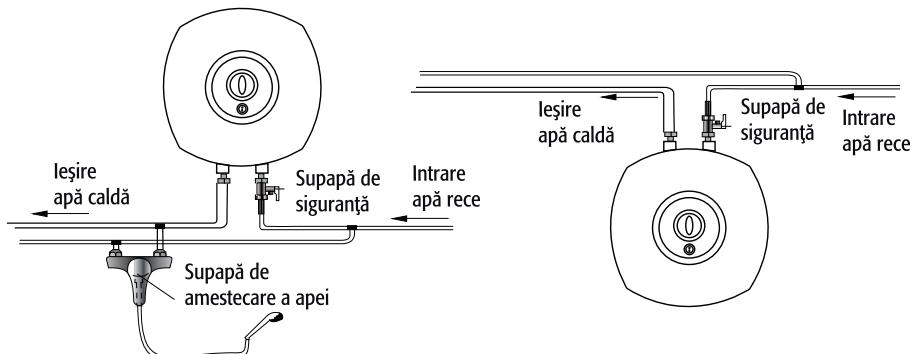

Figura 3
- ① Înșurubați supapa de siguranță la raccordul de intrare a apei reci.
- ② Dacă alimentarea cu apă se face prin mai multe puncte, racordați conductele de intrare și ieșire a apei în punctele corespunzătoare special prevăzute. (Figura 3)
- ③ Pentru umplere, după finalizarea operației de racordare hidraulică, deschideți orice robinet de apă caldă, apoi deschideți robinetul general de apă (dacă utilizați un amestecător, roțiți mânerul spre poziția „apă caldă” până la capătul cursei). După câteva minute, va începe să curgă apă din robinetul de apă caldă, ceea ce înseamnă că rezervorul este plin. Închideți robinetul de apă caldă.
- ④ Verificați fiecare raccord pentru a vă asigura că nu există pierderi de apă.